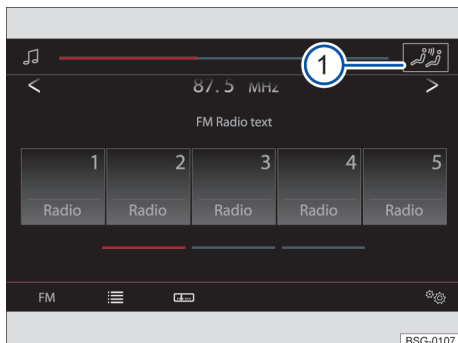

Fig. 127 Visualización en la pantalla de la consola central: botón de función para abrir la amplificación digital de la voz.
2. Para abrir directamente el menú **Ajustes de sonido**, pulse en la parte superior derecha de la pantalla el botón de función con el símbolo de la amplificación digital de la voz → fig. 127 ①.